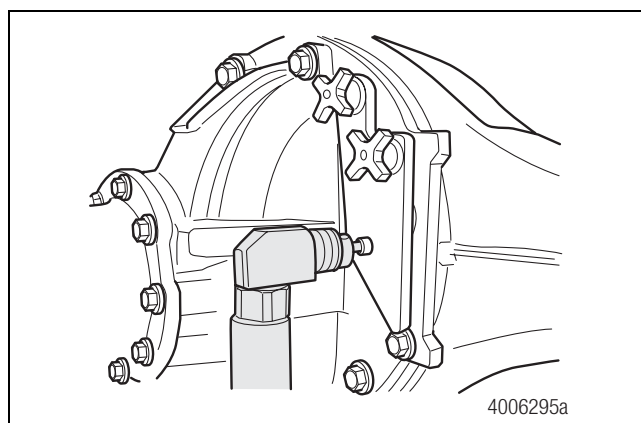

Figure 5
10. Vérifier le dégagement des rainures de la bague de verrouillage. Toujours avec le foret de grosseur « L » dans le mandrin de la perceuse, réinsérer le foret de grosseur « L » dans l'orifice qui vient d'être percé, jusqu'à ce que le mandrin de la perceuse soit en contact avec la douille du guide-foret. Figure 5.